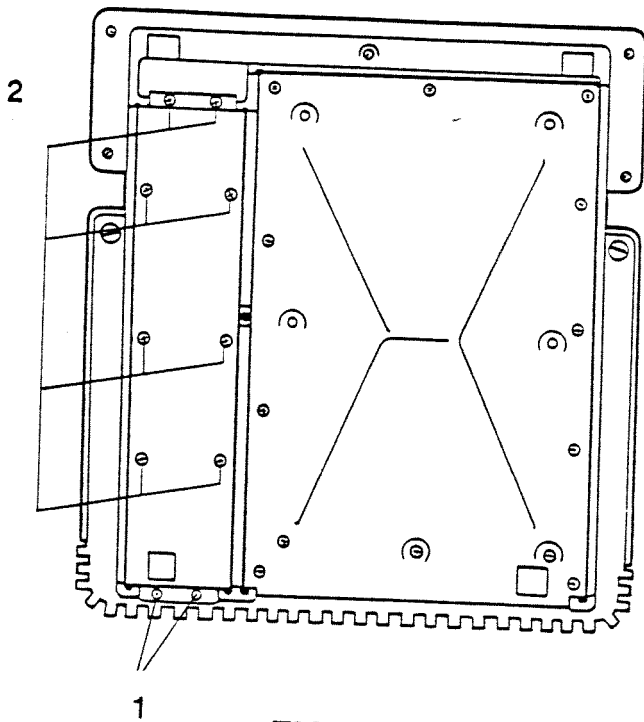

FIGURE 11
3. Lockern Sie die beiden Kreuzschlitzschrauben auf der hinteren Kante der Bodenplatte des Netzgeräts in der Nähe des Hauptschalters und der Netzteilsteckdose, entfernen Sie sie aber nicht (siehe Abbildung 11, Nr. 1).
4. Lockern Sie die acht Schrauben, die das Netzgerät auf dem Chassis festhalten; versuchen Sie aber nicht, sie herauszunehmen (siehe Abbildung 11, Nr. 2).